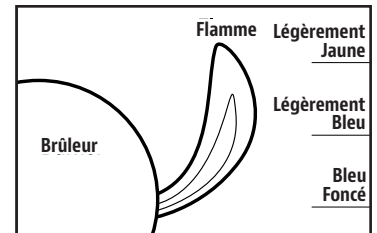

FIG. 4
5. Après l'allumage, observez la flamme du brûleur. Assurez-vous que tous les orifices du brûleur sont allumés et que la hauteur de la flamme correspond à l'illustration. Fig. 4.